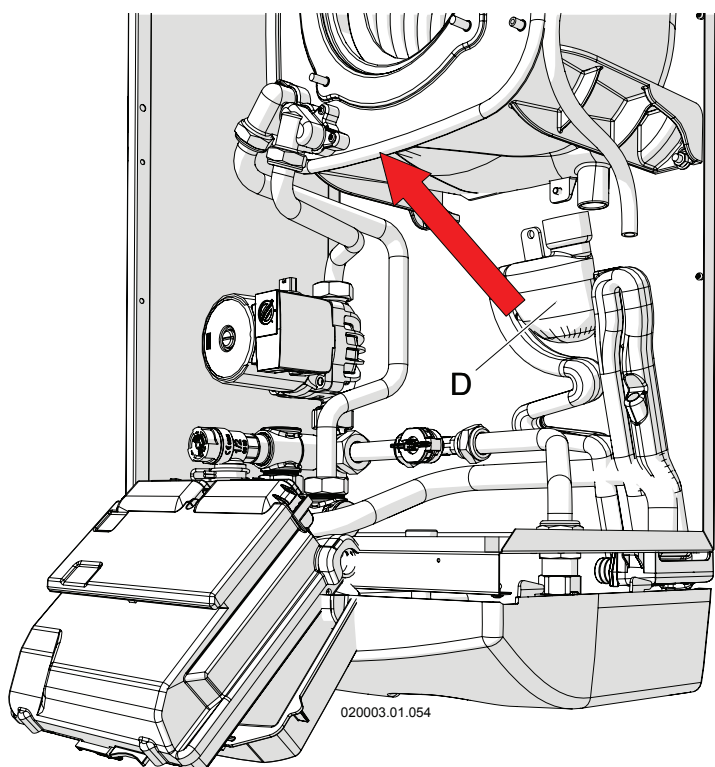

Figura 8-4 - Smontaggio sifone raccogli condensa
- 1.- con l'apparecchio acceso, aprire al massimo un rubinetto dell'acqua calda sanitaria in modo che il bruciatore si pone alla potenza massima e il livello di liquido presente all'interno del serbatoio del sifone "D" (vedi figura 8-4), si abbassa;
- 7.- estrarre verso l'esterno il sifone (vedi figura 8-4) facendo attenzione a scollegare i tubi di raccolta dell'acqua proveniente dalla parte superiore dell'apparecchio e dalla valvola di sfogo aria.